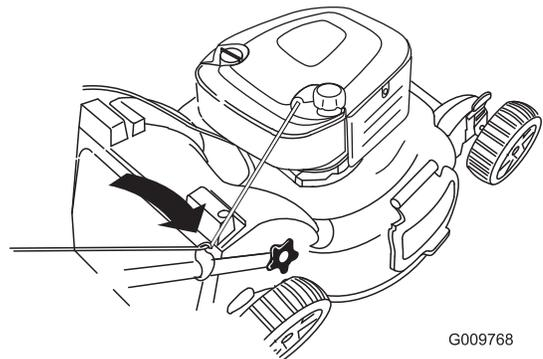

Bild 29
2. Verlegen Sie das Starterkabel um die untere Kabelführung (Bild 29).